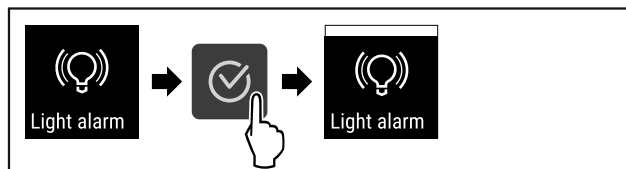

Fig. 89
- ▷ Proveďte akční kroky (viz Fig. 89).